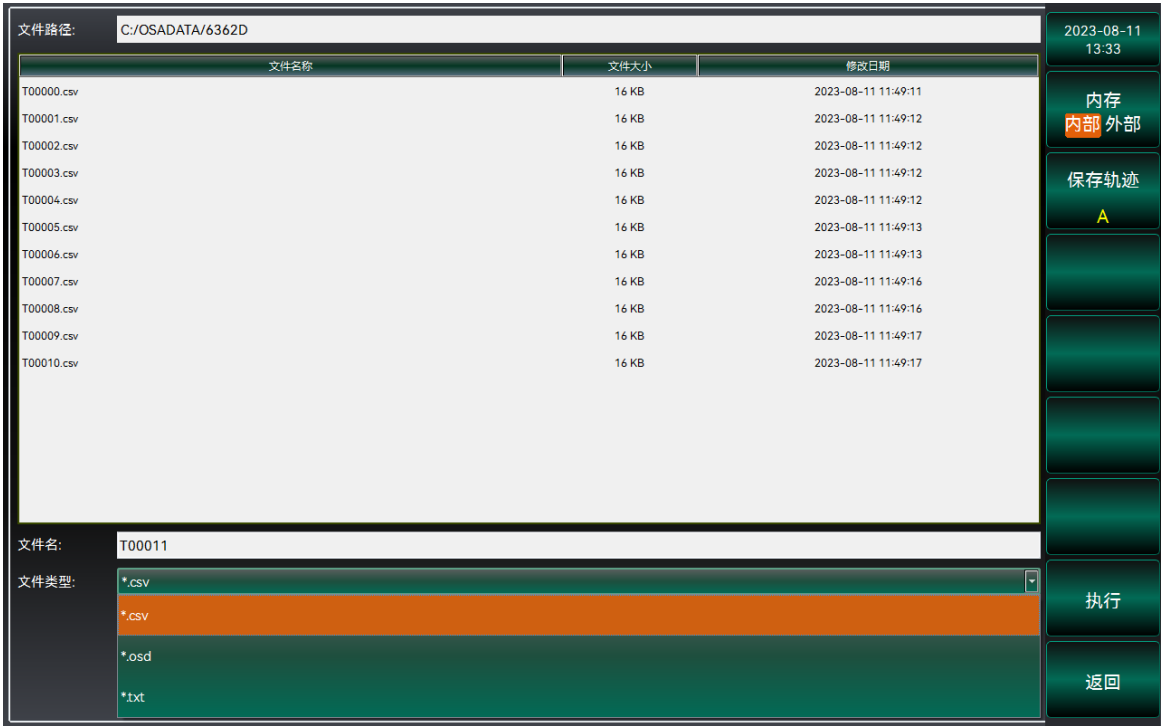

图 3.23 文件保存界面示意图
1. 选择【**保存**】选项，系统将进入文件处理界面，如图 3.23 所示。